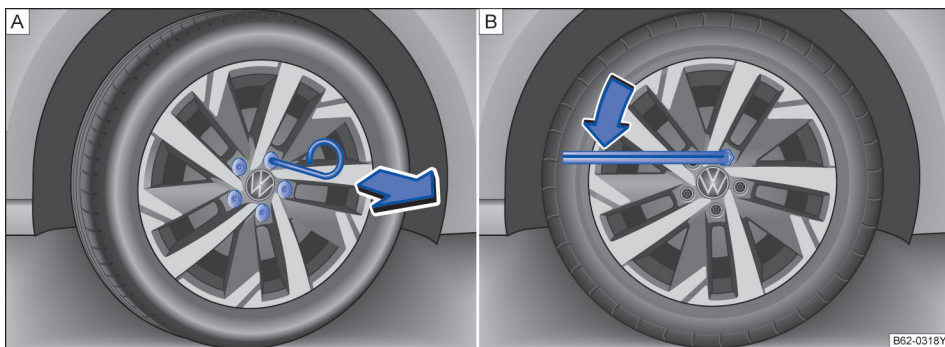

图 155 [A] 从车轮螺栓上拔下盖罩，[B] 更换车轮：松开车轮螺栓
- 将钢丝钩穿过开口插入盖罩内→图 155 [A]，然后沿箭头方向将其拔下。
- 将车轮扳手套到车轮螺栓上，然后推到限位位置→图 155 [B]。